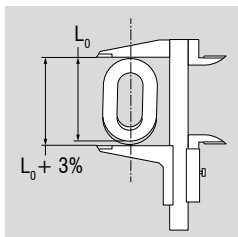

Fig. 10: Desgaste o alargamiento inadmisible de un elemento de cadena
- Se considera que un elemento de cadena presenta un desgaste o alargamiento inadmisibles si la medida nominal de la longitud interior se supera en un 5%. Esto se corresponde con un alargamiento exterior del 3% (fig. 10)